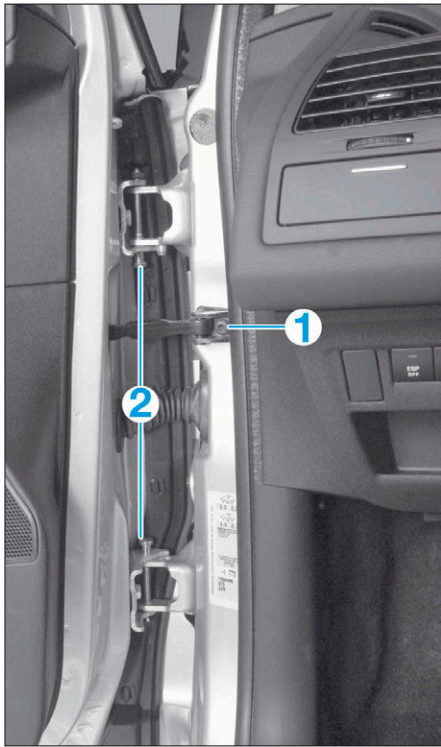

FIG. 45
- Déposer la vis de fixation (1) (Fig.45) du tirant de porte.